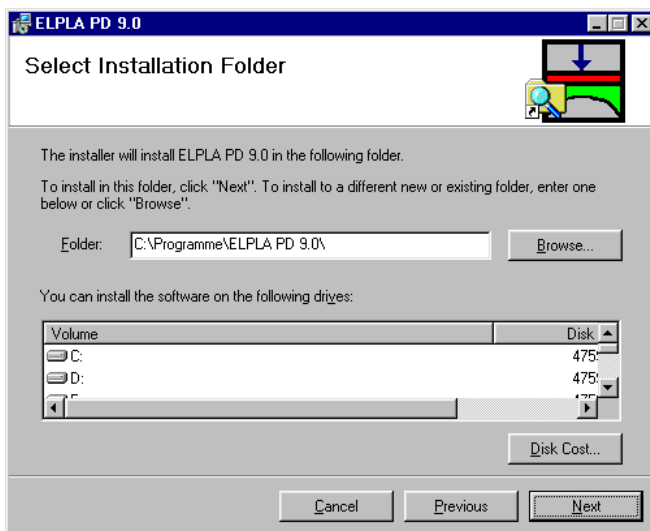

Bild 2 Menü "Verzeichnisname angeben"
Danach wird automatisch das Installationsprogramm gestartet und die auf der CD gespeicherten Programme werden in den Computer geladen und gespeichert (Bild 2).
- Klicken auf der Schaltfläche "Weiter" im Menü Bild 2, um die *ELPLA*-Software im angegebenen Verzeichnis zu installieren